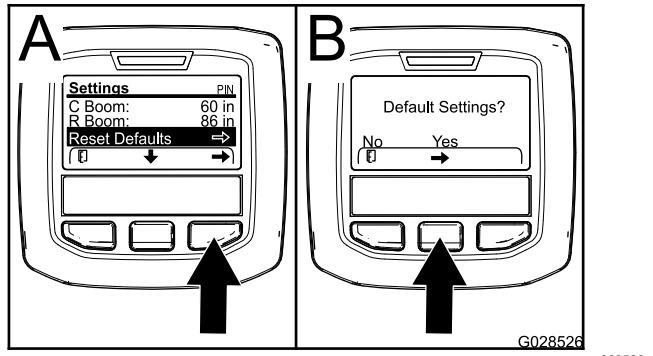

Figura 75
- Premete il pulsante di selezione centrale per navigare nella voce Ripristina predefiniti (Figura 75).
- Nella schermata delle Impostazioni predefinite, premete il pulsante di selezione sinistro per selezionare No o il pulsante di selezione destro per selezionare Sì (Figura 75).